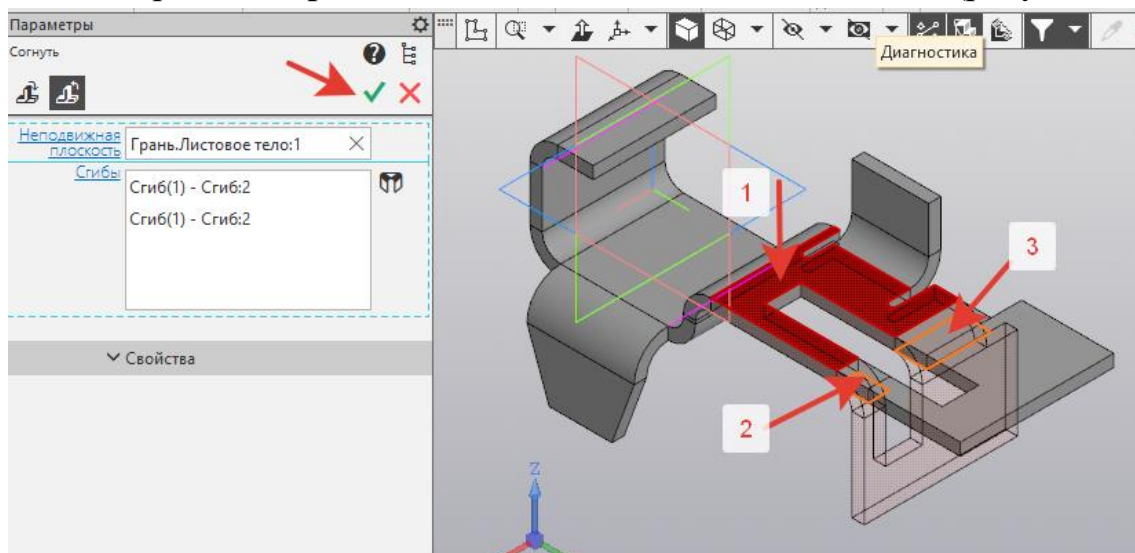

Рисунок 59.
25. После создания выреза разогнутый сгиб согнем обратно. На инструментальной панели выбрать *Элементы листового тела* -  *Согнуть*, указать поочередно **1** Грань и **2, 3** Сгиб. *Создать объект*  (рисунок 59).